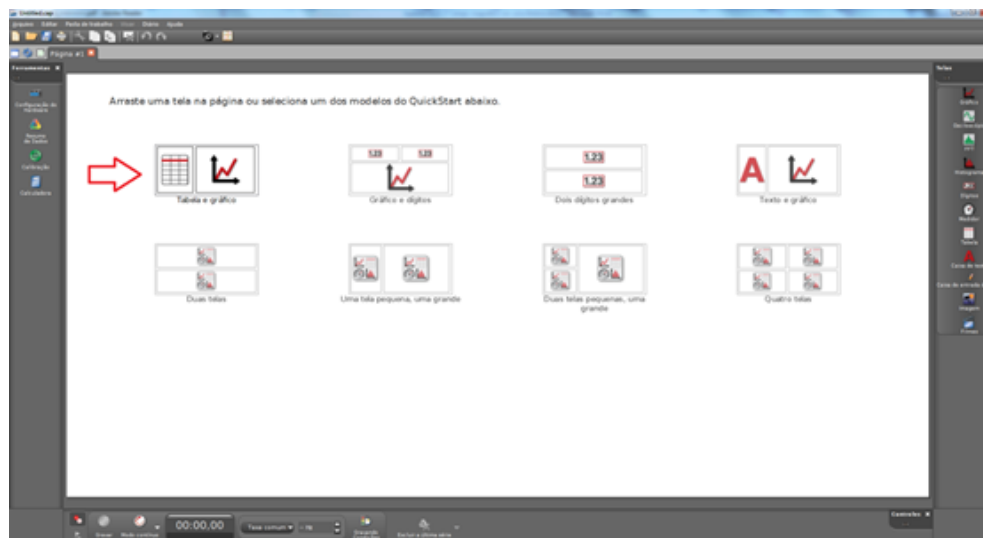

Figura 10.1: Tela de abertura do software Pasco.
3. Clique na opção “Tabela e gráfico” como mostra a Figura 10.1.